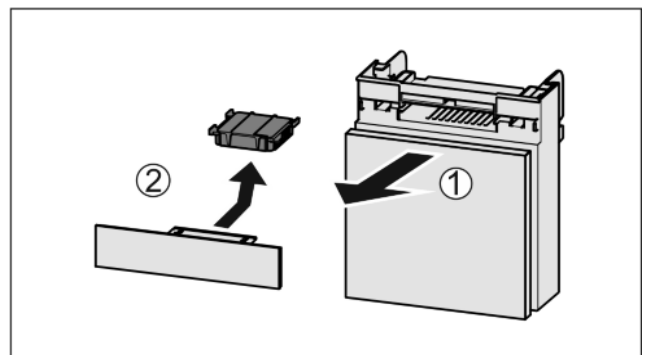

Fig. 41
- ▶ Fach nach vorne herausziehen *Fig. 41 (1)*.
- ▶ Aktivkohlefilter entnehmen *Fig. 41 (2)*.